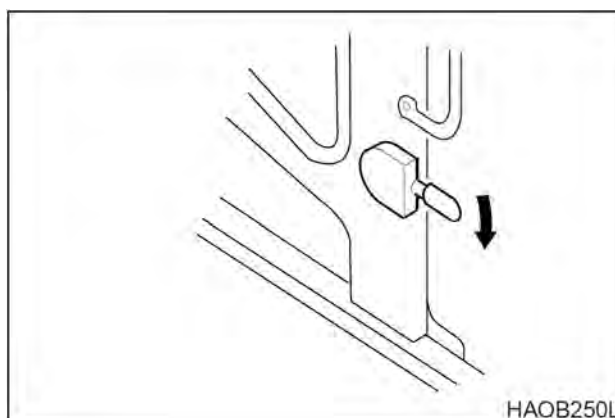

Рис. 102
2. Для отделения двери от стенки кабины опустить рычаг защелки (рис. 102). Рычаг защелки расположен слева от сиденья оператора.